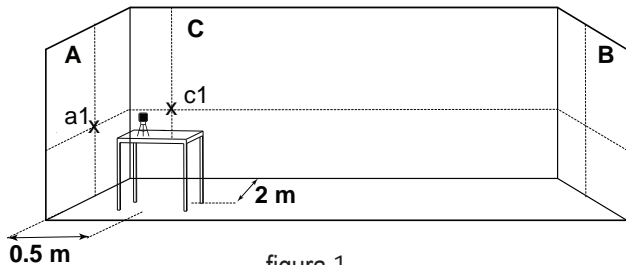

figura 1
5) Segnare sulla parete A il punto di intersezione come a1, e sulla parete C segnare il punto di intersezione come c1 (vedi figura 1).